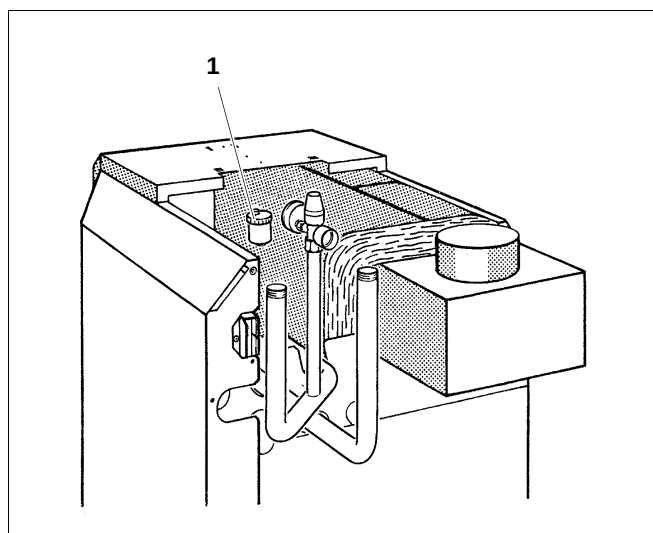
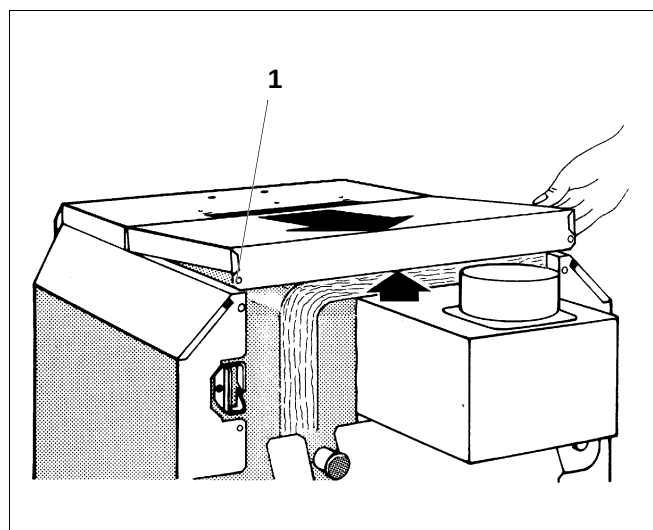
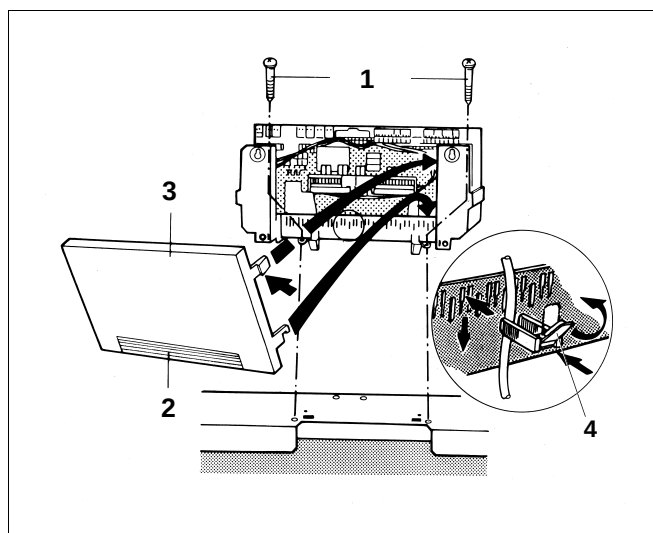
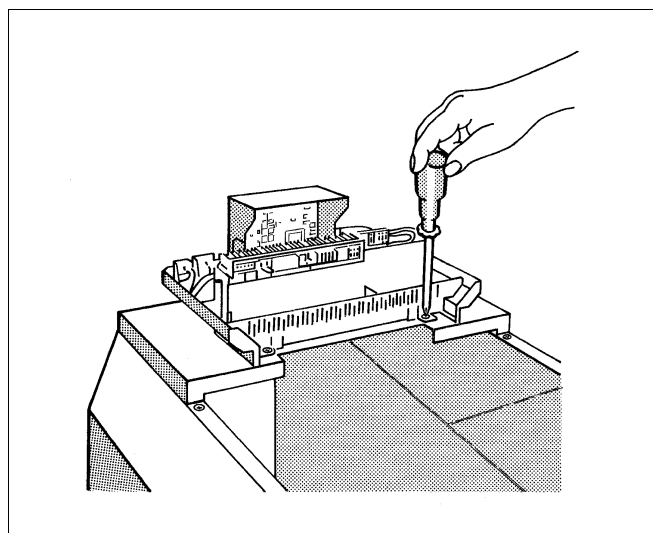

Fig. 12 Auto-purgeur rapide Logano G124 V
Fig. 14 Retirer le couvercle arrière de la chaudière
Fig. 16 Visser le système de régulation Logamatic 4000
Fig. 17 Système de régulation Logamatic 2000
- La chaudière est en outre purgée par l'intermédiaire de l'auto-purgeur rapide (fig. 12, **pos. 1**): ouvrir le capuchon de recouvrement de l'auto-purgeur rapide (fig. 12) . Pour retirer le couvercle arrière de la chaudière voir fig. 14.
- Dévisser les deux vis de fixation (fig. 14, **pos. 1**) du couvercle arrière de la chaudière, le soulever et l'enlever par derrière.
- Visser la régulation avec deux vis à droite et à gauche à l'arrière dans le passage des câbles (fig. 16, **pos. 1**) sur la paroi avant de la chaudière, voir également fig. 17.
Si nécessaire, briser ou couper (fig. 16, **pos. 2**) la partie détachable de la face arrière (fig. 12, **pos. 3**) du tableau.
- Glisser le serre-câble portant le câble par le haut dans les fentes du cadre de fixation et fixer le câble en rabattant le levier vers le haut (fig. 16, **pos. 4**).
Positionner, grâce à leur partie crochue, les deux crochets de fixation inférieurs à droite et à gauche de la face arrière du tableau (fig. 16, **pos. 3**) sur la partie supérieure de la grille de fixation (fig. 16).
Rabattre les deux crochets de fixation supérieurs légèrement vers l'intérieur (voir flèche) et mettre alors l'arrière du tableau (fig. 16, **pos. 3**) en place jusqu'à ce que les deux crochets de fixation se bloquent.
- Poser le couvercle sur le tableau et fixer avec les deux vis (fig. 16 et fig. 17).
Légende pour fig. 16